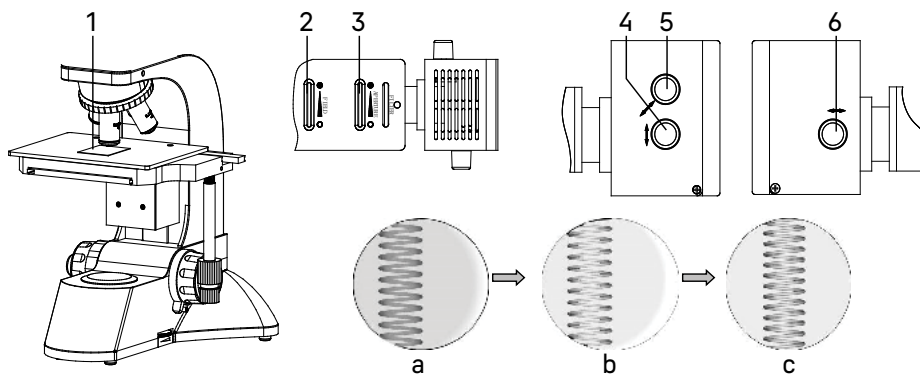

Рис. 15. Центрировка источника света
1. Положите кусок белой бумаги 1 (примерно 40x50 мм) на предметный столик, как показано на рис. 15.
3. Откройте полевую 2 и апертурную 3 диафрагмы (рис. 15), в этот момент на белой бумаге появится яркое световое пятно с изображением нити внутри, как показано на рис. 15с.
4. Если изображение нити накала нечеткое, отрегулируйте положение коллектора при помощи рукоятки 6 (рис. 15).
5. Если изображение нити накала отклонено от центра светового пятна, как показано на рис. 15b, отрегулируйте центр лампы рукояткой поперечного перемещения 4 и рукояткой вертикального перемещения 5 (рис. 15).